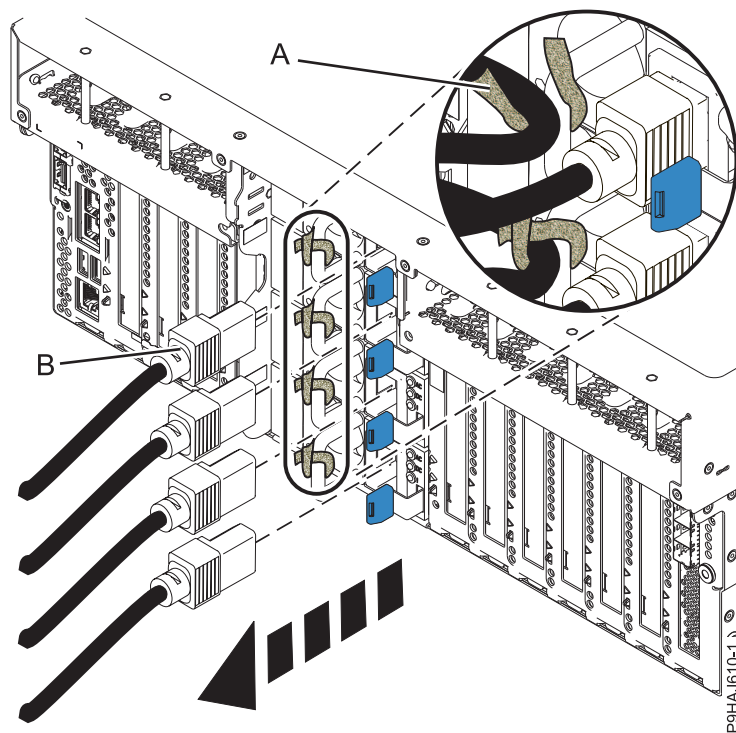

Figura 40. Extracción de los cables de alimentación de un servidor montado en bastidor
3. Etiquete y desconecte los cables de alimentación de la unidad del sistema. Vea la Figura 40 en la página 55 o la Figura 41 en la página 56.